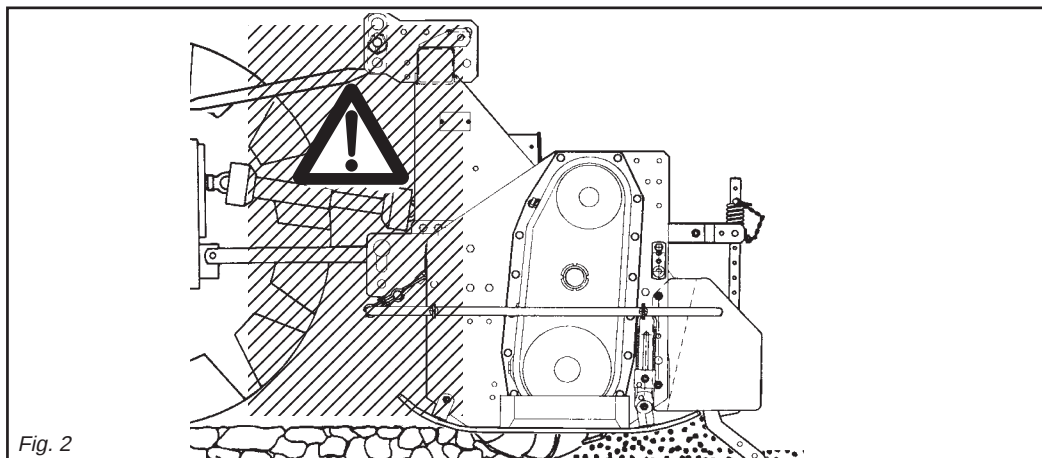

Fig. 2
- 24) Es ist absolut verboten, bei laufendem Motor und eingeschalteter Gelenkwelle zwischen dem Schlepper und das Gerät zu treten (Abb. 2). Dazu muß die Feststellbremse gezogen werden und unter die Räder ein Bremskeil oder ein großer Stein gelegt worden sein.
- 24) *Il est absolument interdit de se mettre entre le tracteur et l'appareil (Fig. 2) quand le moteur est en marche et le cardan enclenché, sans avoir tiré le frein de stationnement et bloqué les roues avec une cale ou un caillou.*
- 24) Está terminantemente prohibido colocarse entre el tractor y el equipo (Fig. 2) con motor encendido y cardán inserido, o sin haber accionado el freno de estacionamiento y de colocar, debajo de las ruedas, una piedra u otro elemento de bloqueo.
- 28) È assolutamente vietato interporvi fra il trattore e l'attacco della zappatrice per manovrare il comando dall'esterno per il sollevamento (Fig. 2).
- 28) *It is absolutely forbidden to stand between the tractor and the implement when manoeuvring the lift control from the outside (Fig. 2).*
- 28) Es ist absolut verboten, zwischen den Schlepper und den Anschluß zu treten, um die Aushebung von außen zu betätigen (Abb. 2).
- 28) *Il est absolument interdit de se mettre entre le tracteur et l'attelage pour manoeuvrer la commande de relevage de l'extérieur (Fig. 2).*